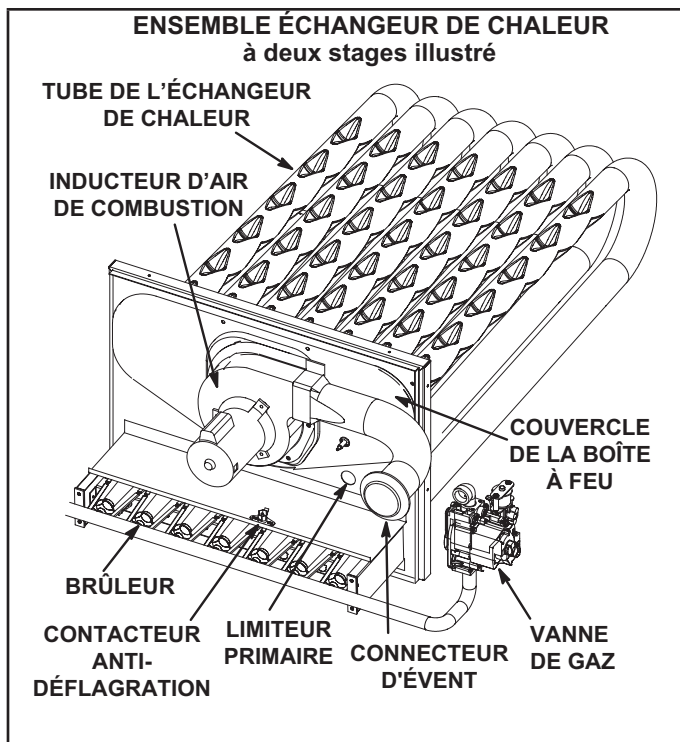

FIGURE 43
- 4 - Retirez et conservez les vis fixant l'inducteur d'air de combustion sur la boîte à fumée. Retirez le connecteur d'évent. Reportez-vous à la FIGURE 43.
Les limiteurs sont réglés en usine et ne sont pas ajustables. Le limiteur primaire est situé à droite de l'inducteur d'air de combustion. Reportez-vous à la FIGURE 43.
Ce contact normalement fermé s'ouvre en cas d'augmentation de la température. Le limiteur de retour de flamme est réglé en usine et ne peut pas être réglé sur place. Reportez-vous à la FIGURE 43.